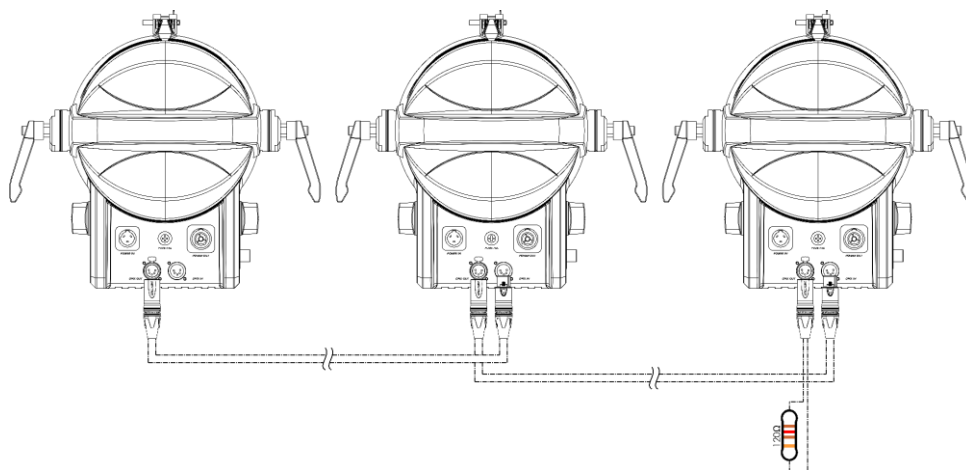

Fig. 13
- 02) Ripetere il passo 1 per collegare tutti i dispositivi come mostrato nella Fig. 13.